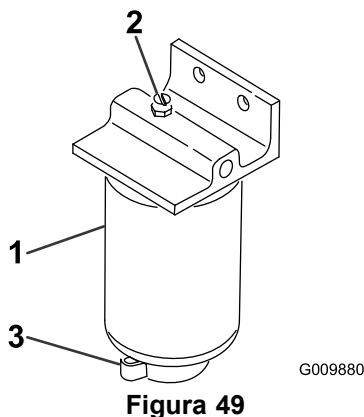

Figura 49
2. Afloje la válvula de vaciado en la parte inferior del cartucho del filtro (Figura 49).
1. Limpie la zona de montaje del cartucho del filtro (Figura 49).